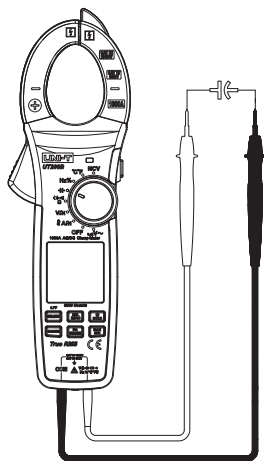

Рис. 10
10. Измерение емкости (Рис. 10)